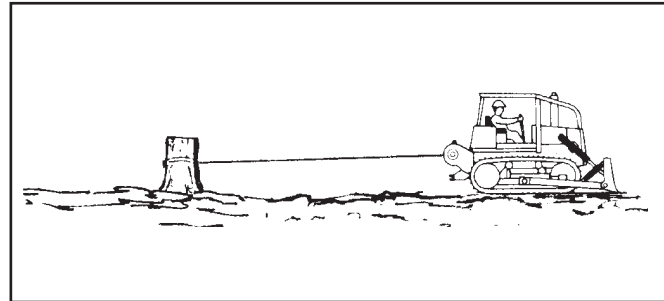

Abb. 7 – Bewegen eines liegen gebliebenen Fahrzeugs (Schritt A)
A. Ein Traktor oder Schlepper wird oft auf Böden mit schlechter Haftung eingesetzt. Ein mit einer Winde ausgerüstetes Fahrzeug kann sich selbst aus Schlamm oder anderen rutschigen Flächen herausziehen, aus denen es mit den Antriebsrädern oder Raupenketten allein nicht herausgekommen wäre (siehe Abb. 7). Dabei wird folgendes Verfahren angewandt: